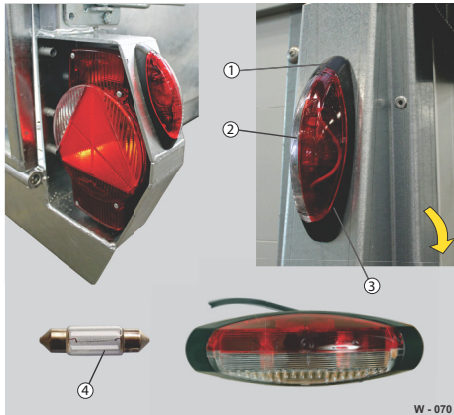

Abb. 72 Umrissleuchte / Lampe seitlich am Heck
- Vorsichtig mit flachem Werkzeug am Schlitz (Abb. 72/3) das Abdeckglas (Abb. 72/2) lösen.
- Lampe (Abb. 72/4) auswechseln.
- Abdeckglas auf die Halteplatte (Abb. 72/1) stecken - auf Ausrichtung achten.